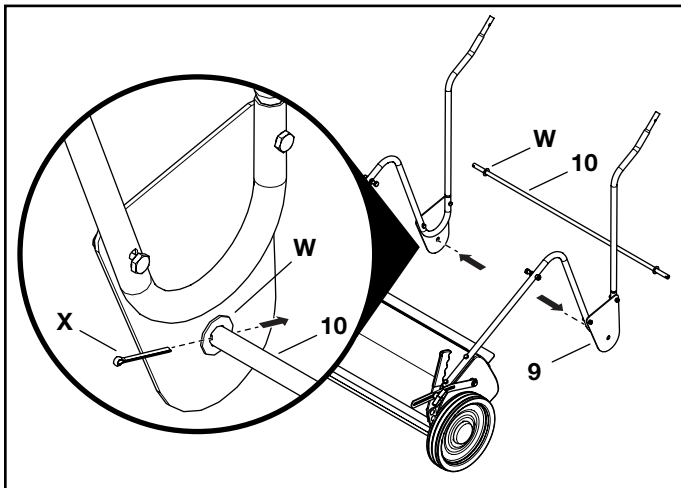

FIGURE 8
### STEP 8: (SEE FIGURE 8)
(VOIR LA FIGURE8) Placez des rondelles de 0,531 x 1 x 0,059 (W) à chaque extrémité de l'axe (10), puis faites